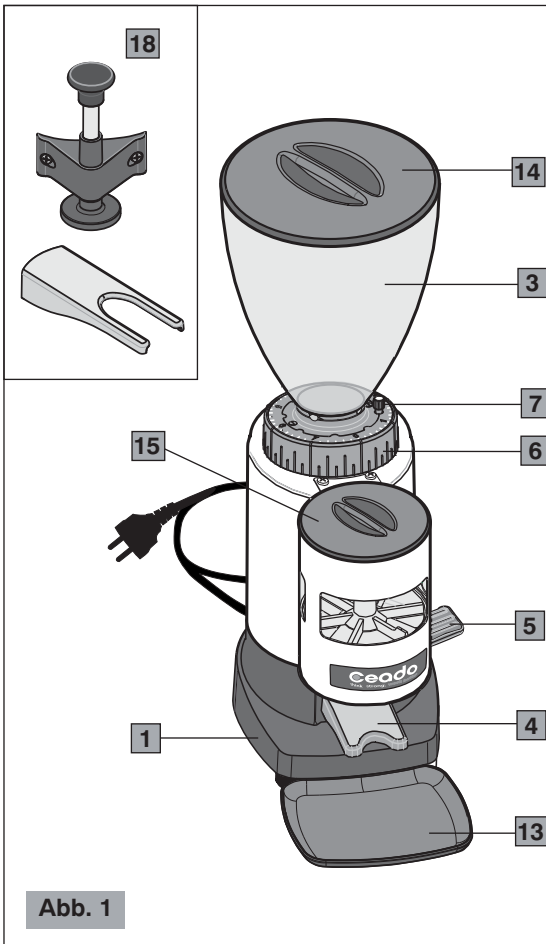
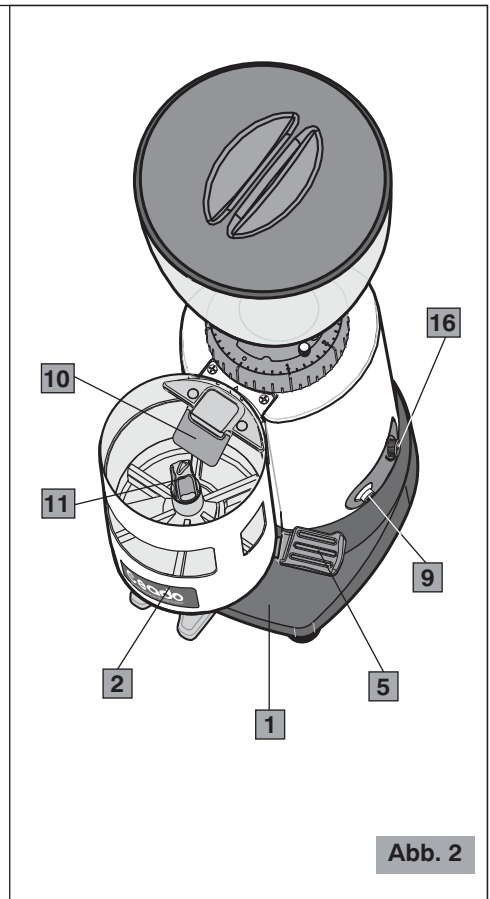
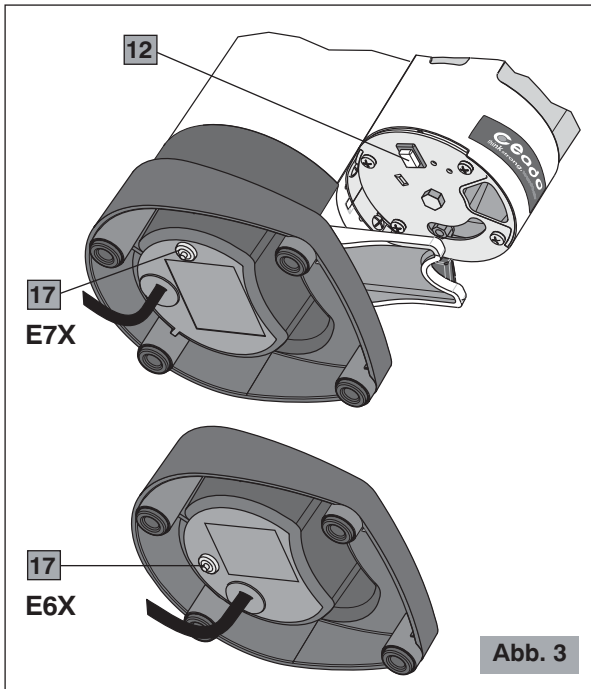
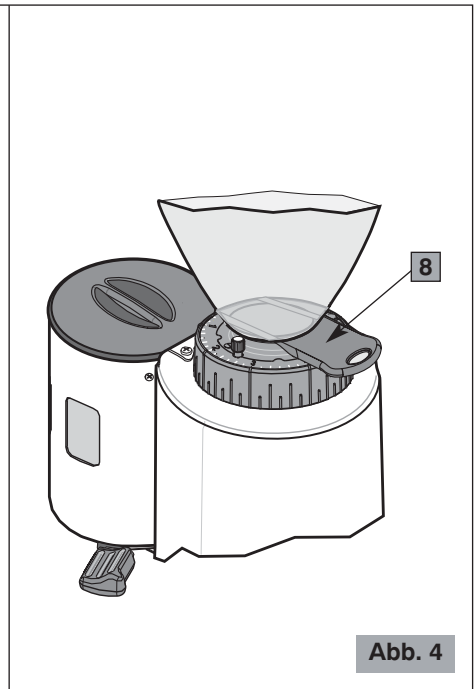

Abb. 1
Abb. 2
Abb. 3
Abb. 4
L'appareil sort déjà de l'usine avec un réglage d'environ 7 grammes, mais on peut intervenir sur le pommeau de réglage de la dose (11 Fig. 2) en variant cette quantité de 6,5 grammes à 10 grammes environ (voir Fig. 6).
Dans le modèle automatique, à l'intérieur du doseur, il y a une palette d'arrêt (10 Fig. 2) reliée à un interrupteur qui arrête le moteur quand le café moulu la soulève.
Le moteur se bloque.	<ul style="list-style-type: none"> • Si à cause d'un réglage erroné de la mouture ou de la présence d'un corps étranger dans les meules, le moteur se bloque, essayer à augmenter la granulométrie au maximum en manœuvrant dans le sens des aiguilles d'une montre la bague de réglage (6 Fig. 1). Si cela ne suffit pas, alors arrêter l'appareil, débrancher la fiche de courant et s'adresser à du personnel technique qualifié.
Modèle automatique Le café sort du groupe doseur.	<ul style="list-style-type: none"> • Contrôler si la palette d'arrêt (10 Fig. 2) est libre de bouger. • Si le problème persiste, appeler le Service d'Assistance Technique.
Hauptkomponenten (Abb. 1, Abb. 2, Abb. 3, Abb. 4)
Bevor der Stecker in die Steckdose gesteckt wird muss man sich vergewissern, dass sich der ON-OFF-Schalter (9 Abb. 2) auf „O“ (ausgeschaltet) befindet.
6. Sich vergewissern, dass der Kaffeebohnenbehälter korrekt aufsitzt und der Verschluss offen ist (8 Abb. 4).
- 3 Die gewünschte Laufzeit (5 - 60 Sekunden) mit dem zweckentsprechenden Drehknopf (16 Abb. 2) einstellen und die Starttaste (12 Abb. 3) drücken. Das Gerät beginnt zu arbeiten und bleibt automatisch nach Ablauf der eingestellten Zeit stehen.
Eine weitere Korrektur des Mahlgrads kann vorgenommen werden, indem der Einstellring zum Mahlen (6 Abb. 1) am Kaffeebohnenbehälterboden (siehe Abb. 5) gedreht wird, nachdem er zuvor entriegelt wurde, indem der Blockierungsknopf (7 Abb. 1) des Einstellrings zum Mahlen abgeschraubt wird.
Das Gerät verlässt das Werk schon mit einer Einstellung von ca. 7 Gramm. Man kann jedoch mit dem Knopf die Einstellung der zu dosierenden Menge (11 Abb. 2) vornehmen, indem diese Menge zwischen ca. 6,5 g und ca. 10 g eingestellt wird (siehe Abb. 6).
Bei der automatischen Ausführung, befindet sich im Dosierer eine Stoppklappe (10 Abb. 2), die an einem Schalter angeschlossen ist. Diese schaltet den Motor aus, wenn sie vom frisch gemahlene Kaffee hochgehoben wird.